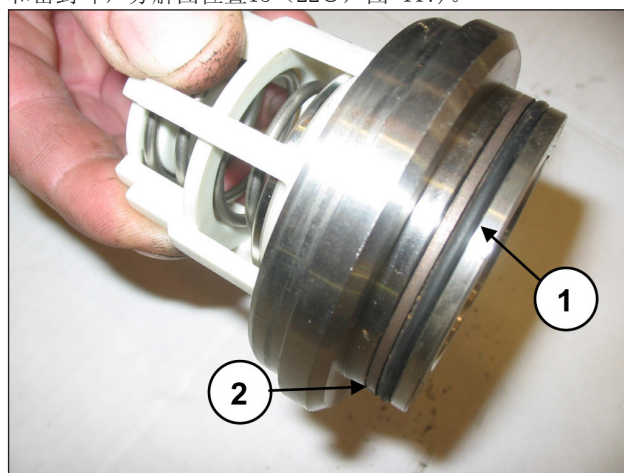

图 117
在排出阀座上安装O形环，分解图位置5（位置①，图 117）和密封环，分解图位置15（位置②，图 117）。